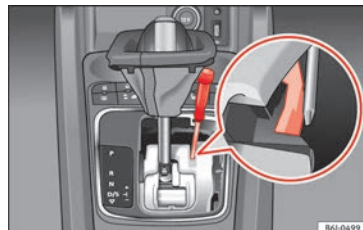

Fig. 46 Desbloqueo de emergencia de la palanca selectora.
• Pulse con un dedo la pieza de plástico amarilla en el sentido de la flecha » fig. 46.